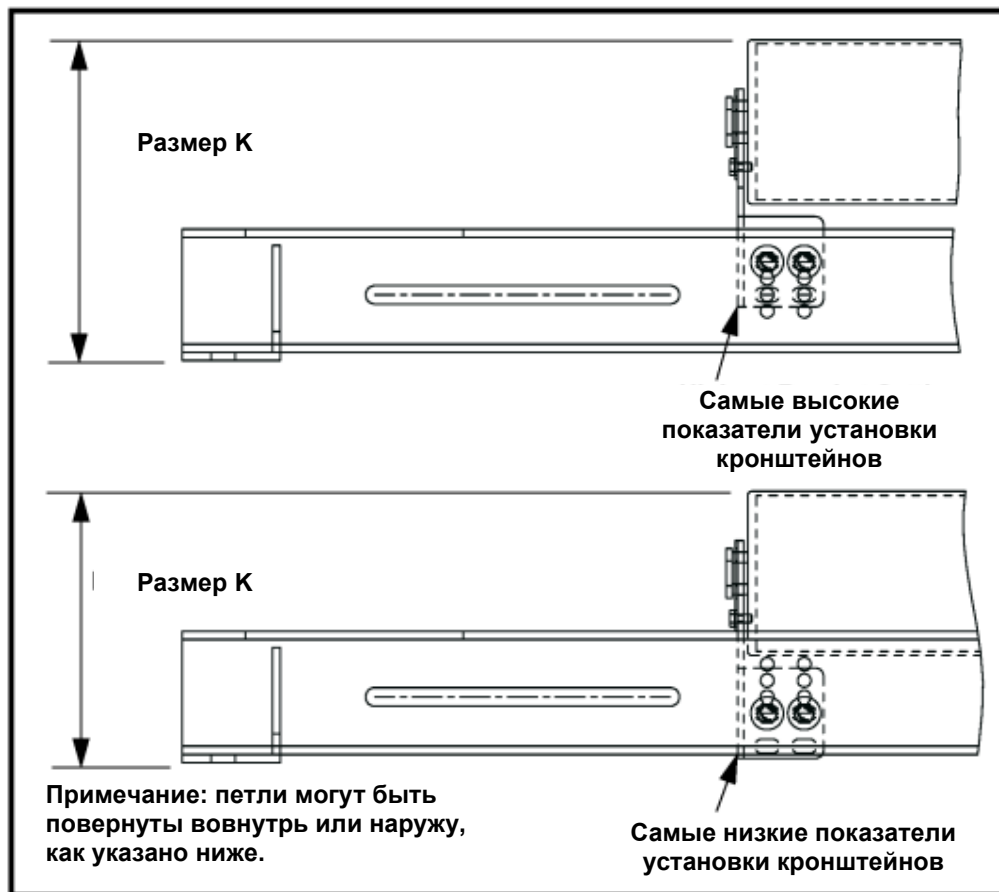

Рис. 6. Регулировка и размеры кронштейна
Если используется центральный опорный ролик, см. подробности монтажа в таблице 2 и на рис. 6. Монтажные кронштейны устанавливаются до этапа 3, но также могут быть установлены на более позднем этапе.
3. Поместите одну предварительную сборку поперек конвейерных продольных балок, поставив ножки опоры на каждую конвейерную продольную балку по контрольной точке из шага 2. Центрирующие опорные ролики входят в стандартную комплектацию данного устройства, подробности монтажа см. в таблице 2 и на рис. 6. Кронштейны устанавливаются до этапа 3, но также могут быть установлены на более позднем этапе.
**Таблица III. Регулировка кронштейнов центрирующего ролика (см. рис. 6)**